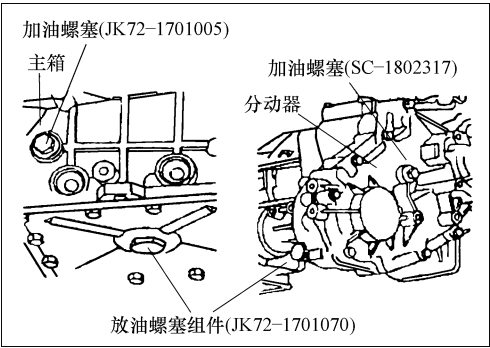

图 3-19 加油螺塞、放油螺塞
- 3) 如图 3-19 所示，卸下加油塞口。
- 4) 见图 3-19 所示，卸下排油塞让油排除。